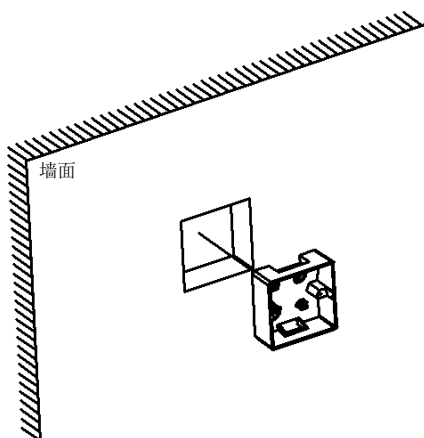

图 1-1
- 1、将 86*86 电工接线盒安装在墙体的指定位置，离地面约 1.4 米，如图 1-1 所示